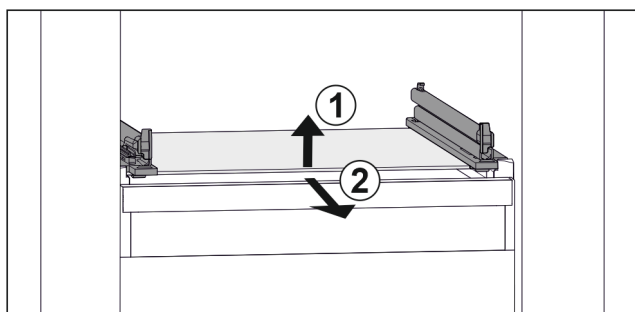

Fig. 72 Rappresentazione esemplificativa del ripiano in vetro
- Sollevare il ripiano in vetro dal davanti. Fig. 72 (1)
- Rimuovere il ripiano in vetro tirando in avanti. Fig. 72 (2)